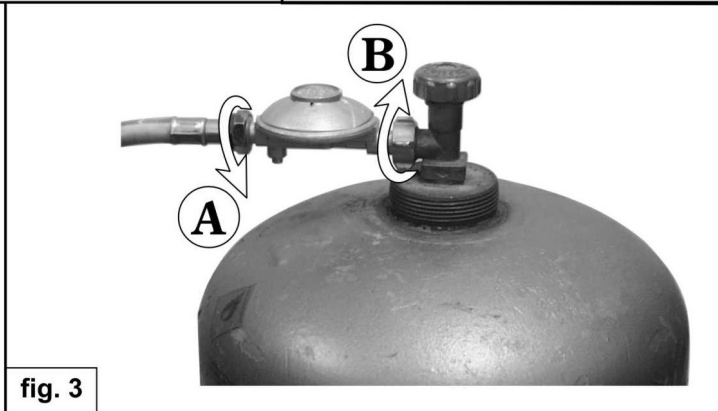

fig. 3
- Visser ou encliqueter le détendeur sur le réservoir ou sur le robinet du réservoir de gaz. (fig.3 repère B)